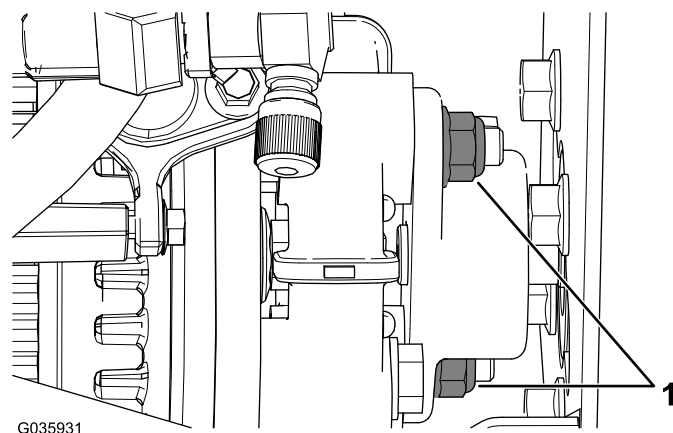

図 3
4. 油圧ポンプのハブについているフランジナット2個を外す 図 3。